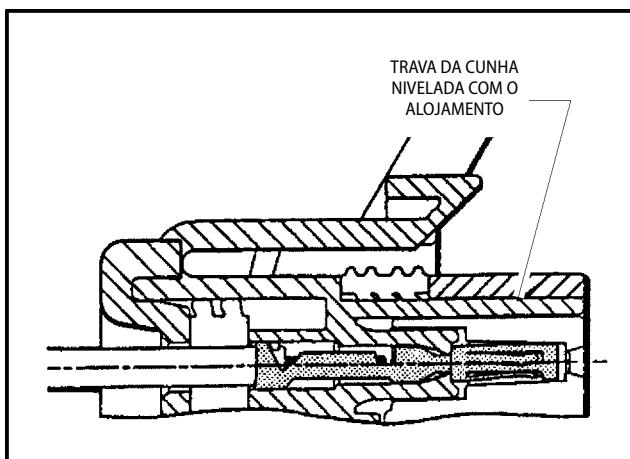

Figura 7-9. Montagem do conector (4 de 4)
4. Deslize a trava da cunha no alojamento até que fique nivelada a ele (Consulte Figura 7-9. Montagem do conector (4 de 4)).